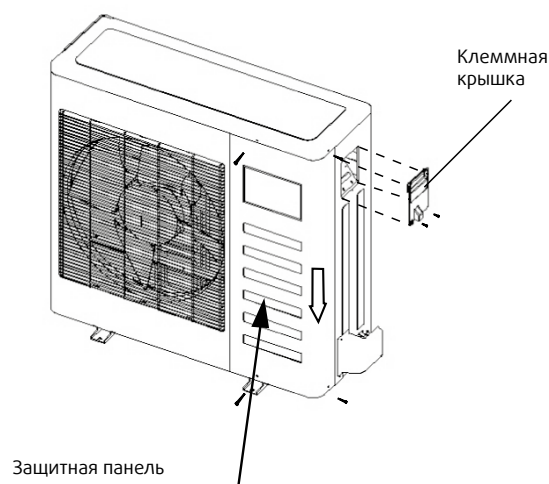

Рис. 8-1
- Снимите защитную панель, если она отсутствует на внешнем блоке, снимите сервисную панель и потяните ее по стрелке, чтобы удалить защитную панель (рис. 8-1).